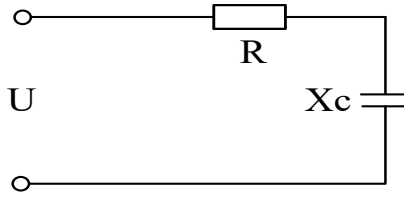

Рис.3.11
4.8. Пользуясь схемой представленной на рис.3.11. определить: I , U_R , X_C , Z ; Параметры схемы: $R=6$ Ом, $U=100$ В, $U_C=80$ В.
4.11. В цепи, приведенной на рис.3.11, получить выражения мгновенных значений тока i , общего напряжения U , напряжения на резисторе U_R , если $U_C = 80\sqrt{2} \sin(\omega t + 30^\circ)$.